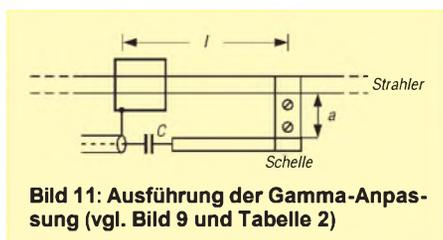

Bild 11: Ausführung der Gamma-Anpassung (vgl. Bild 9 und Tabelle 2)
Tabelle 2: Konstruktion bei Gammaanpassung (s. Bild 11)
3. Klassische Gammaspesung, Abmessungen wie in Tabelle 2 und Bild 11. Da Aluminiumrohr in 6-m-Längen gehandelt wird, bietet es sich an, zwei Yagis zu bauen, die nach Stocken eine optimale Lösung für Portabel-Betrieb bilden.